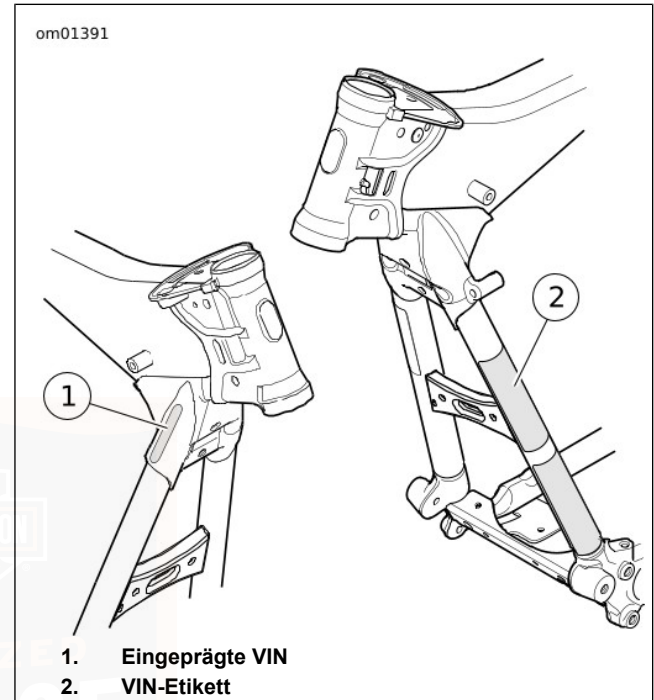

Abbildung 2. Positionen der VIN
Siehe Abbildung 2. Die gesamte 17-stellige VIN (1) ist auf der rechten Seite des Rahmens in der Nähe des Lenkkopfs eingraviert. In einigen Absatzgebieten wird zusätzlich ein Aufkleber mit der VIN (2) am vorderen Rahmenrohr angebracht.